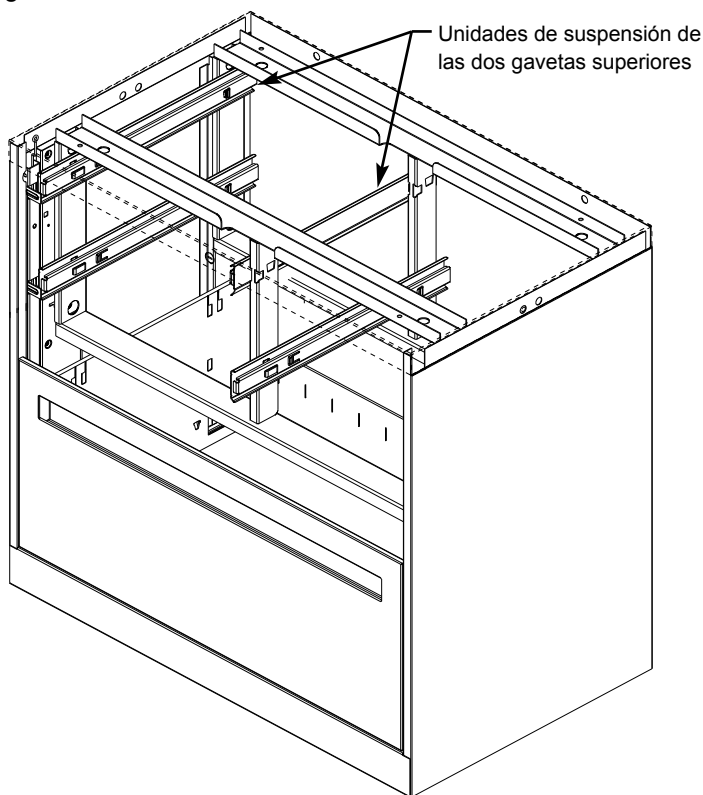

Ilustración 2
3. Vea la ilustración 2. En el lado opuesto del gabinete, vuelva a colocar las unidades de suspensión de las dos gavetas superiores, efectuando al revés los procedimientos indicados en el Paso 2. Verifique que las pestañas de las unidades de suspensión estén completamente asentadas en los marcos del gabinete.